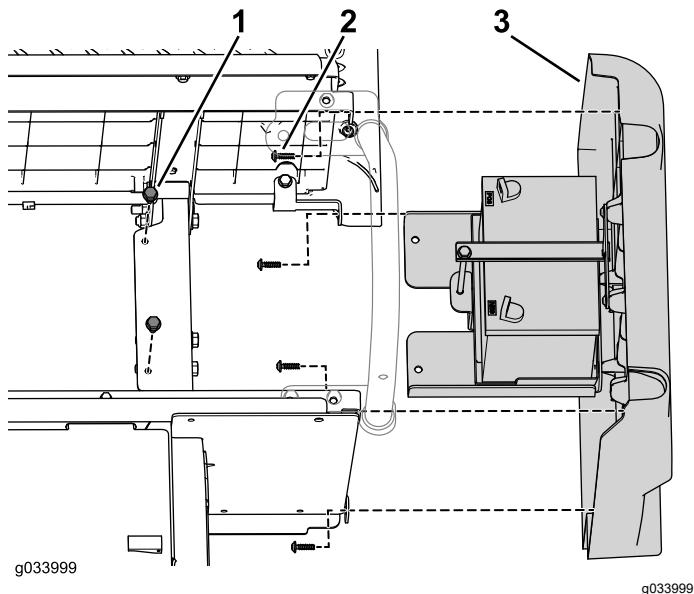

Figura 11
- 6. Retire os 2 parafusos de cabeça flangeada (5/16 x ¾ pol.) que prendem o tabuleiro da bateria à estrutura e os 4 parafusos de cabeça torx (M6.0 x 22 mm) que prendem o painel lateral direito e retire o painel lateral (Figura 11).
Nota: A bateria sai com o painel lateral direito como se mostra na Figura 11.